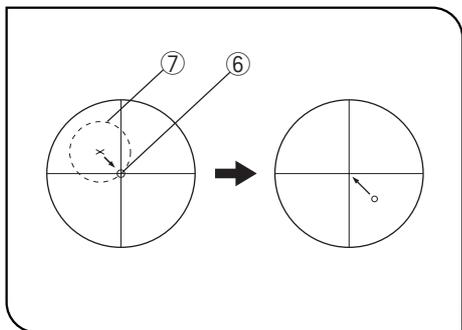

図 21
- 9) 回転ステージの心調整を行います。(図21,22)
- b) クロス接眼レンズのクロス線の中心に標本の目印⑥となるものをもってきます。
- c) ステージを回転させ、目印の描く円⑦の中心をクロス線の中心にステージの心出しつまみ(2ヶ所)⑧を回して、移動させます。